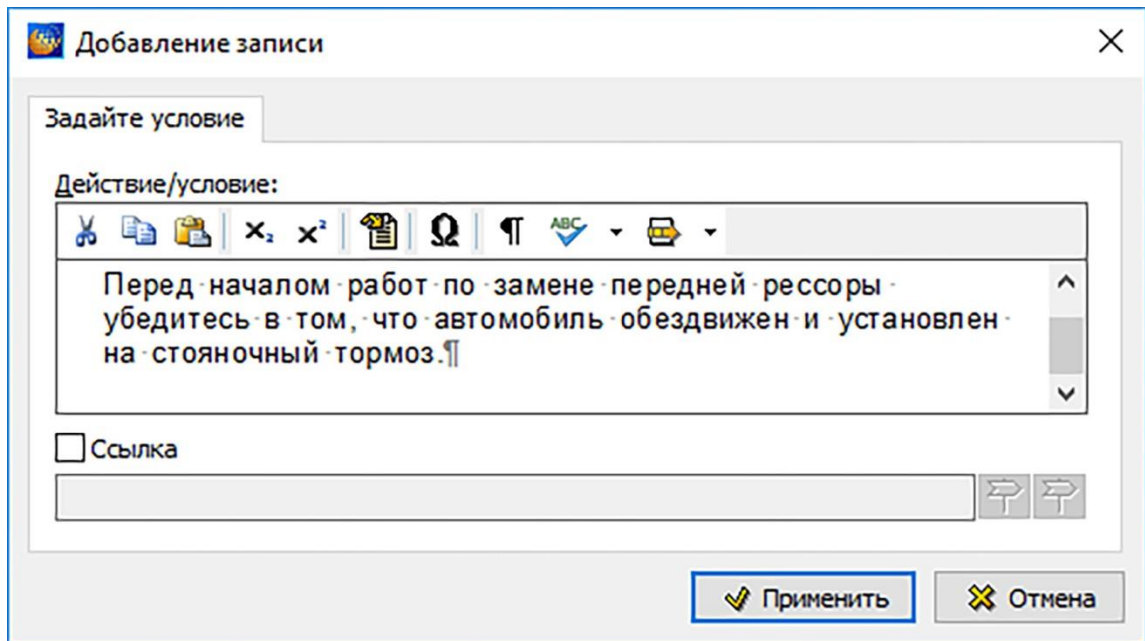

Рисунок 360
3) Введите текст условия (рисунок 360).